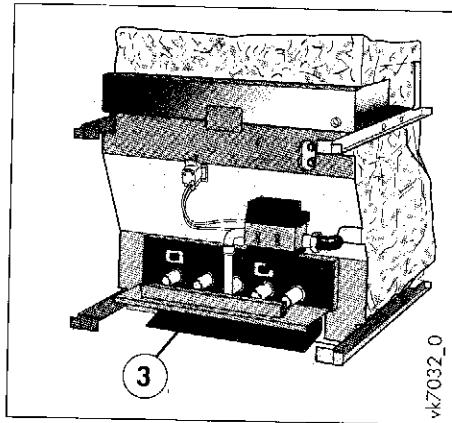

Рис. 15.2.9 Установка поддона
- Тщательно очистите газоходы теплообменника (1) щёткой для чистки (2).
- Вытащите поддон (3), очистите его и установите на место. (Рис. 15.2.9)(Зак. Но. 99-0297)